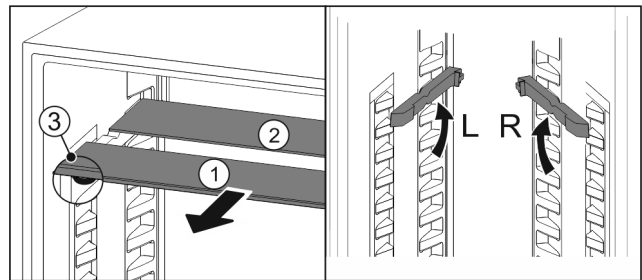

Fig. 198
- ▶ По одной извлеките Fig. 198 (1) стеклянные панели движением вперед.
- ▷ Стеклянная панель Fig. 198 (1) с декоративной планкой лежит спереди.
- ▷ Стопоры Fig. 198 (3) показывают вниз.